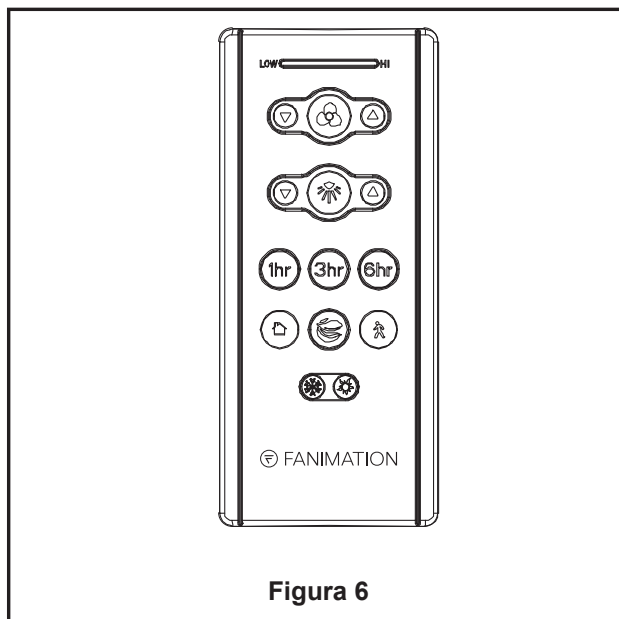

Figura 6
6. Monte el cubierta que cubre el interruptor en la cubierta interior interruptor girándolo en el sentido de las agujas del reloj. (Figura 6)
8. Funciones del control remoto: (Figura 6)